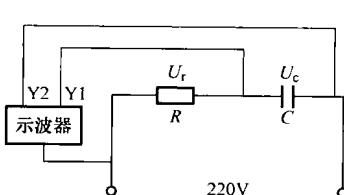

图 1-4 阻容试验的电路
在图 1-4 中，用交流电压表测量进线两端的电压是 220V ，再分别测量电阻和电容的电压，如表 1-1 中， $34+207=241$ (V)； $64+200=264$ (V)； $85+192=277$ (V)，奇怪的是，两者相加都要大于和 (220V) 。我们已知道交流电压表，测量的是有效值，为什么两者相加都大于和呢？这就是交流电路中用直流电路的物理概念、基础理论，无法理解和无法解释的奇怪现象。若不做试验，交流电的物理特性是不好理解的。通过试验，测量数据、波形和相位，就能帮助理解交流电的物理概念和基础理论。
图 1-4 是电容、电阻串联的试验，电阻 R 是白炽灯 ($15\text{W}/220\text{V}$)，电容器 C 是 CJ40-2-4 $\mu\text{F}/630\text{V}$ 。试验测量的数据，见表 1-1，试验用的电源是交流电压 ($U=220\text{V}$)，表 1-1 中的 U_r+U_c ，相加的和都要大于 220V ，说明在交